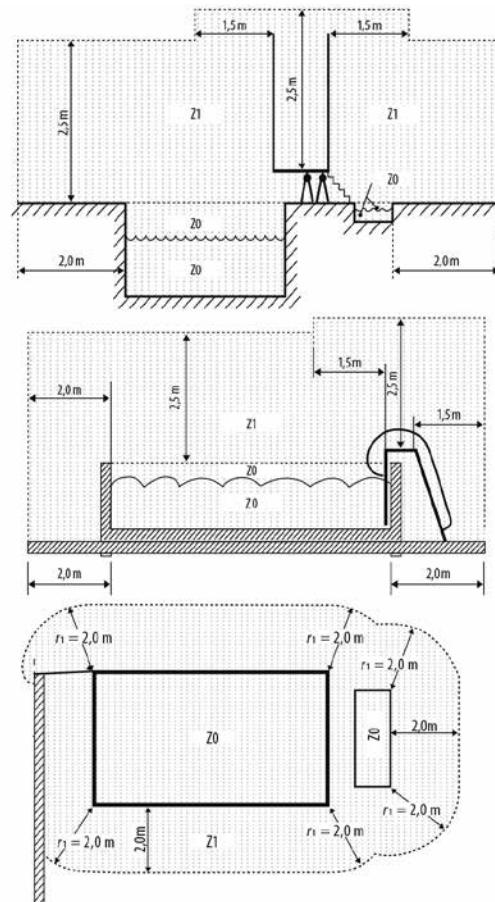

FIGURA 1 - ZONAS DE INSTALAÇÃO
- A bomba não pode ser instalada na Zona 0 nem na Zona 1. Poderá ver os diagramas na Figura 1 - Zonas de instalação.